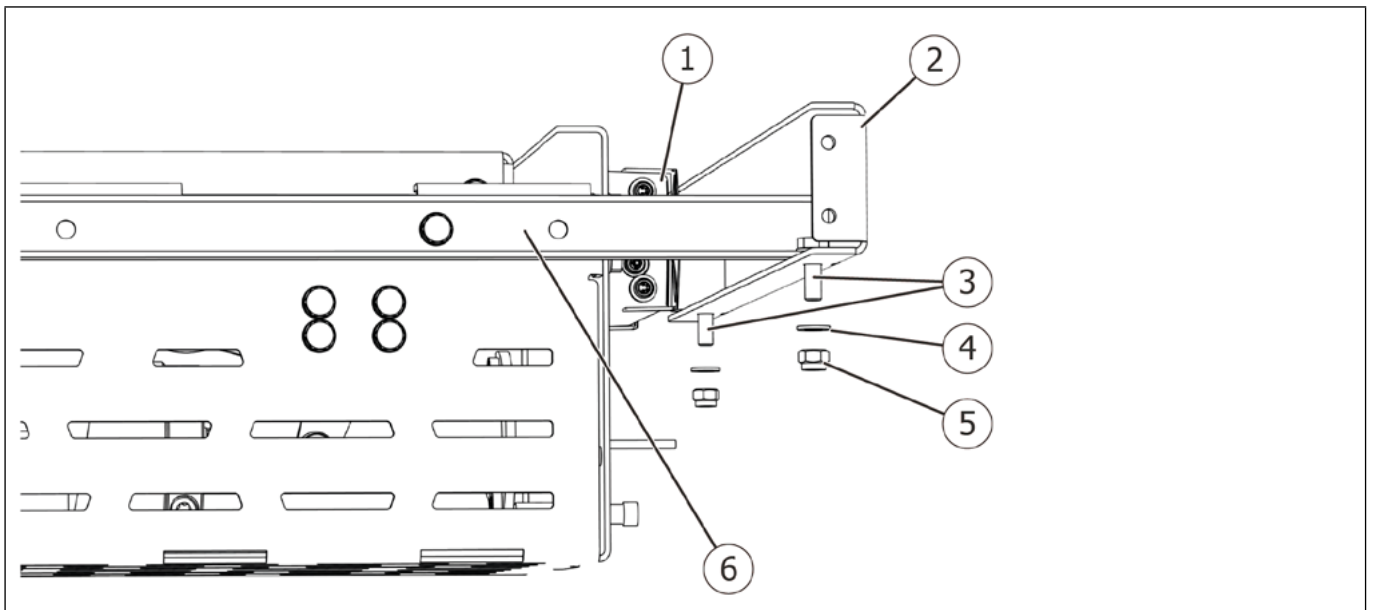

Fig. 18
1. Desserrer les écrous hexagonaux (Fig. 18/5) et les retirer des vis hexagonales (Fig. 18/3) avec les rondelles (Fig. 18/4) en maintenant la barre transversale (Fig. 18/2).